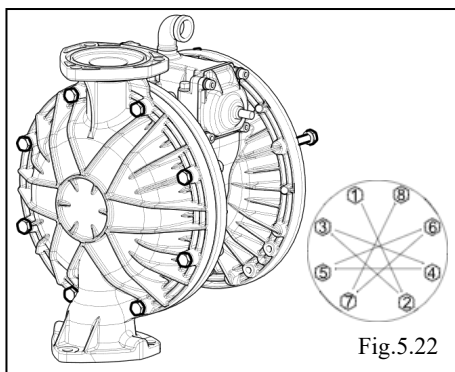

Fig.5.22
- 在图Fig.5.21安装的隔膜一侧安装外壳。(Fig.5.22)
- 外壳的朝向以Fig.5.22为基准，也可根据具体情况调整朝向。